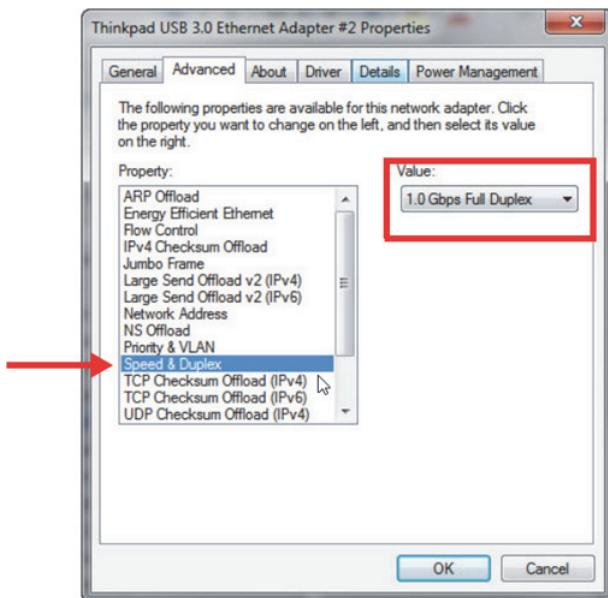

図 7-3 スピード&デュプレックス設定
- **プロパティの詳細タブで速度とデュプレックスを選択し、値で1.0 Gbps Full Duplex または Auto-Negotiation** (74ページの図7-3) に変更します。